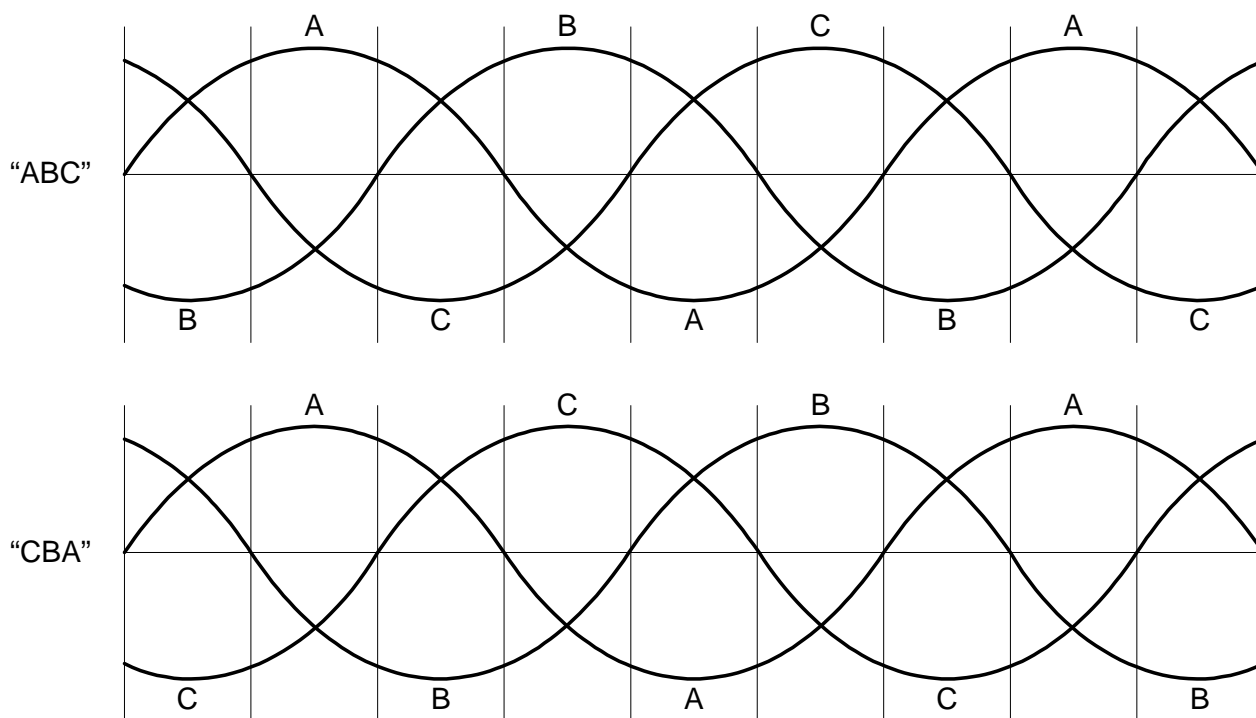

Рис. 7. Соответствие надписи на дисплее порядку чередования фаз.
- уровень заряда аккумуляторов, порядок чередования фаз и общая активная мощность по всем фазам. Соответствие надписи на дисплее порядку чередования фаз приведено на рис. 7;